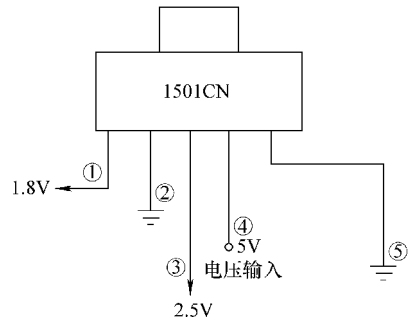

图 4-71 1501CN 各引脚排列顺序及功能图
1501CN 共有 5 个引脚，各引脚排列顺序及功能如图 4-71 所示。
1501CN 常用于 370 主板上，给南北桥及 CPU 的外核供电。图 4-71 中①脚是为南桥提供 1.8V 的电压；③脚为 CPU 提供 2.5V 外核电压；④脚为输入 5V 电压；②脚和⑤脚为接地端。